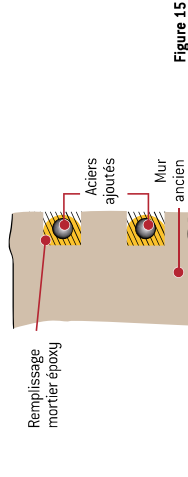

Figure 15
- Renforcement par engravures d'armatures dans un mur (fig. 15).